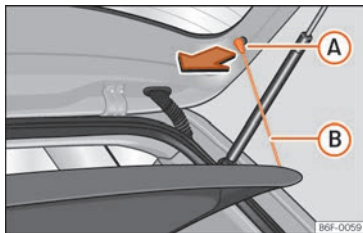

Fig. 122 En el maletero: desmontar y montar la bandeja.
- Desenganche los tirantes de sujeción »» fig. 122 (B) de los alojamientos (A).
- Enganche los tirantes de sujeción »» fig. 122 (B) en el portón trasero.